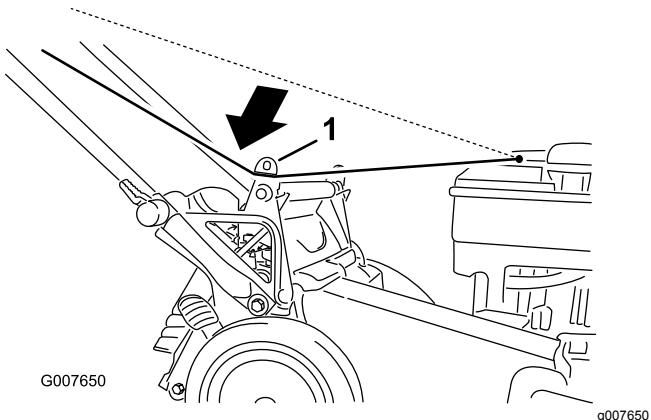

Figura 25
- Pase la cuerda de arranque alrededor de la guía de cuerda inferior (Figura 25).